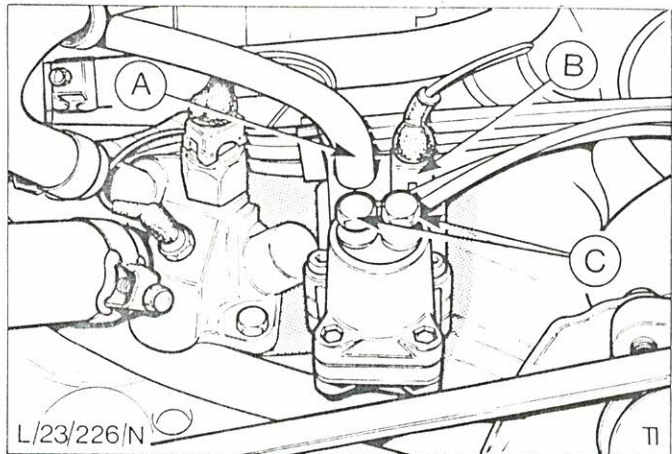

Abb.84 Warmlaufregler
3. Stecker und Unterdruckschlauch vom Warmlaufregler abziehen, Abb.84.